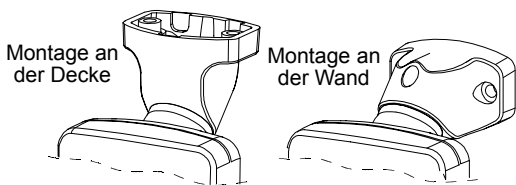

Abb. 7. Wandposition und Deckenposition des Haltewinkels
E. Haltewinkel in die gewünschte Position drehen (siehe Abb. 7), jedoch die Schraube noch nicht ganz festziehen.